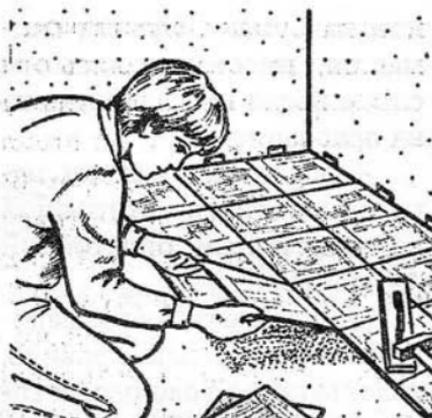

Рис. 72. Укладка 1-го и 3-го рядов
- после того как просохнет клей в ранее уложенном ряду, укладывают первый и третий ряды (рис. 72);